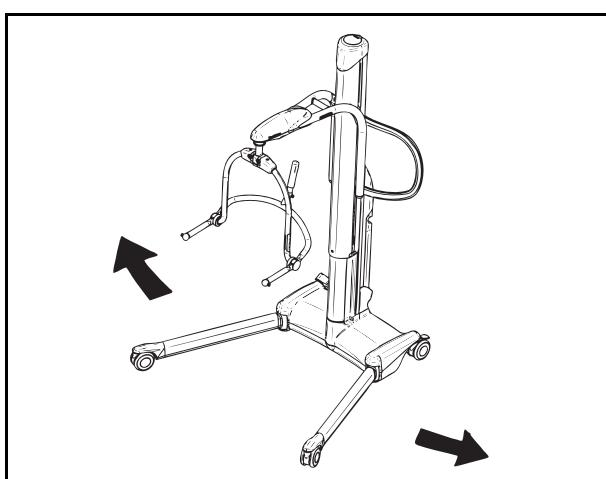

Fig. 13
(Véase la Fig. 13) Para abrir las patas del chasis, pulse el botón «abrir patas» en el mando a distancia o el panel de control. Cuando se deja de presionar el botón, el movimiento se detendrá y las patas del chasis permanecerán paradas en su posición con seguridad. Transporte siempre a los pacientes con las patas del chasis en su posición cerrada.
**PRECAUCIÓN:** Las ruedas traseras del chasis tienen frenos de pedal que se pueden accionar si es necesario (véase la fig. 13). No aplique los frenos del chasis todavía, ya que la posición del paciente se ajustará a su propio centro de gravedad al levantarlo.